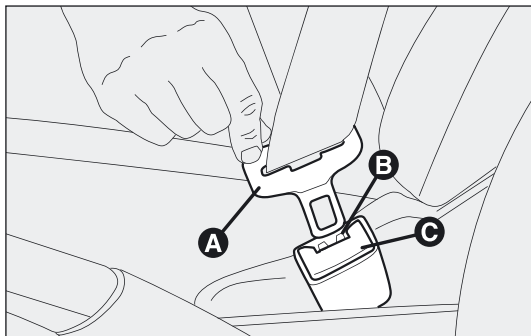

fig. 129
### GEbruik VAN DE VEILIGHEIDSGORDELS fig. 129
**Druk tijdens het rijden niet op de knop C-fig. 129.**